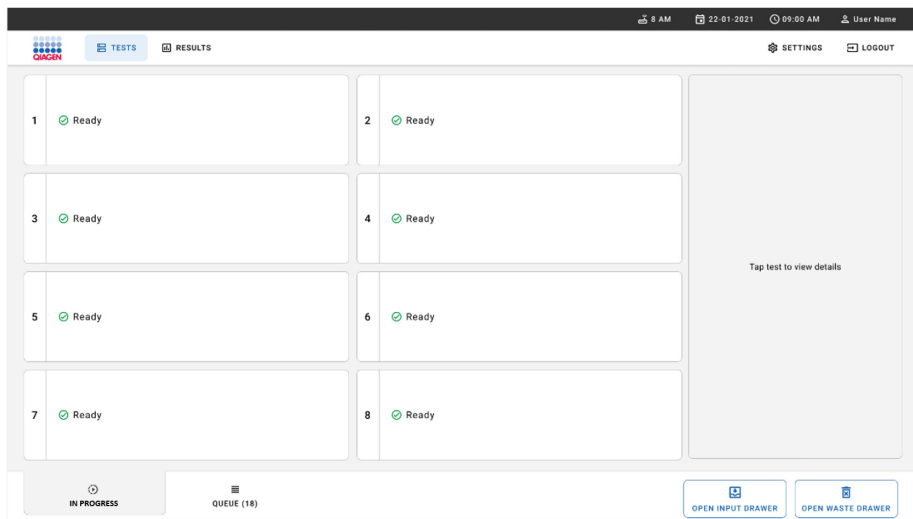

Figura 18. Tela de teste principal.
1. Pressione o botão **OPEN WASTE DRAWER** (Abrir a gaveta de resíduos) no canto inferior direito da tela Main Test (Teste principal) (Figura 18).
3. Feche a gaveta de resíduos após a remoção dos cartuchos. O sistema verificará a bandeja e voltará para a tela Main (Principal) (Figura 18). Se a bandeja tiver sido removida para fins de manutenção, certifique-se de que ela esteja inserida corretamente antes de fechar a gaveta.
4. Pressione o botão **OPEN INPUT DRAWER** (Abrir a gaveta de entrada) no canto inferior direito da tela (Figura 18).